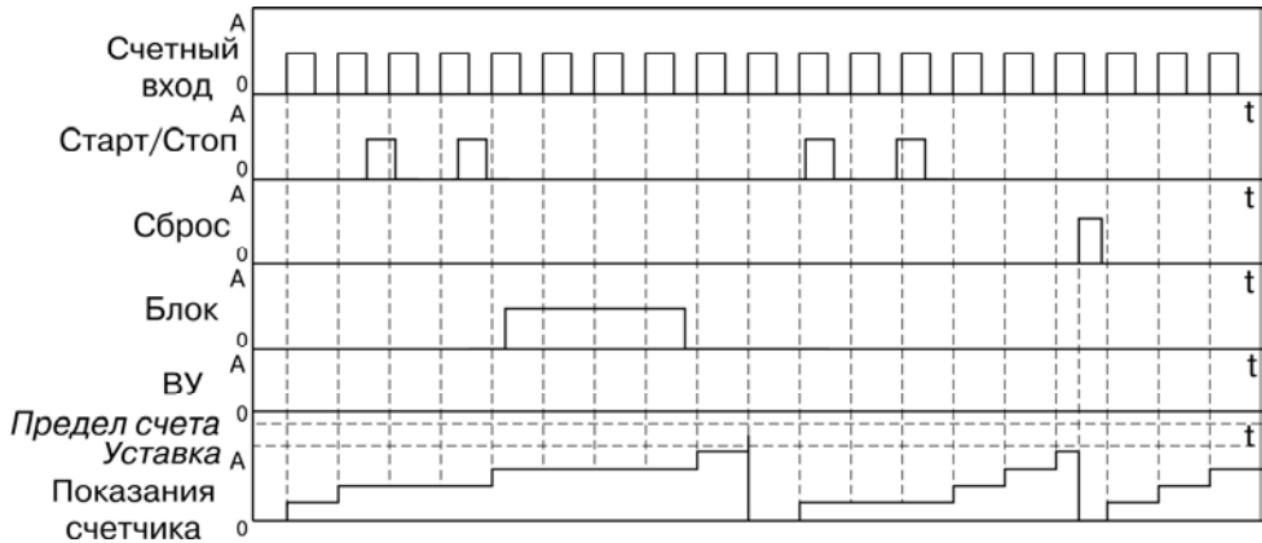

Рисунок 3.5
- тип работы по сбросу – «Сбросить счетчик и продолжить счет» ( $rSt=Cont$ ) (рисунок 3.5).